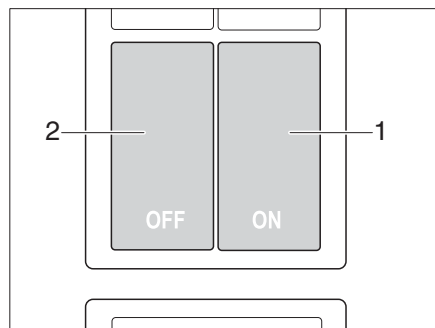

Fig. 15 Interrupteur de verrouillage central de la cuisine intégrée
La cuisine intégrée est équipée d'un verrouillage central. Les portillons et tiroirs du bloc cuisine peuvent être verrouillés et déverrouillés manuellement avec l'interrupteur (Fig. 15).
- Appuyer sur l'interrupteur (Fig. 15,2). Les portillons et les tiroirs du bloc cuisine sont verrouillés.
- Appuyer sur l'interrupteur (Fig. 15,1). Les portillons et les tiroirs du bloc cuisine sont déverrouillés.